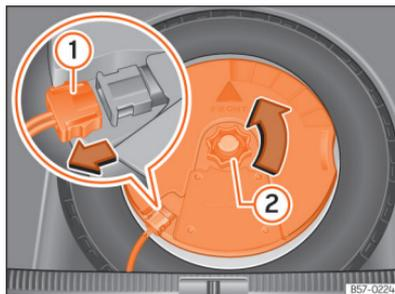

Fig. 249 Na bagageira: desmontar o subwoofer.
- Desligue o cabo do altifalante subwoofer »» Fig. 249 ①.
- Rode a rodinha de fixação no sentido contrário ao dos ponteiros do relógio »» Fig. 249 ②.